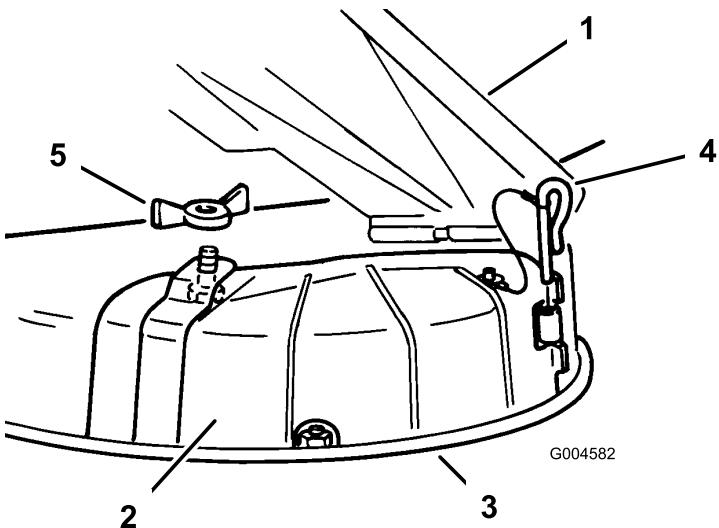

Figura 17
3. Levante el deflector de hierba y coloque la tapa de descarga sobre la abertura, en el borde inferior del cortacésped, e introduzcala en la bisagra delantera (Figura 17).
4. Coloque el pasador en la bisagra (Figura 17).
5. Fije la tapa de descarga al cortacésped con la tuerca de orejeta (Figura 17).